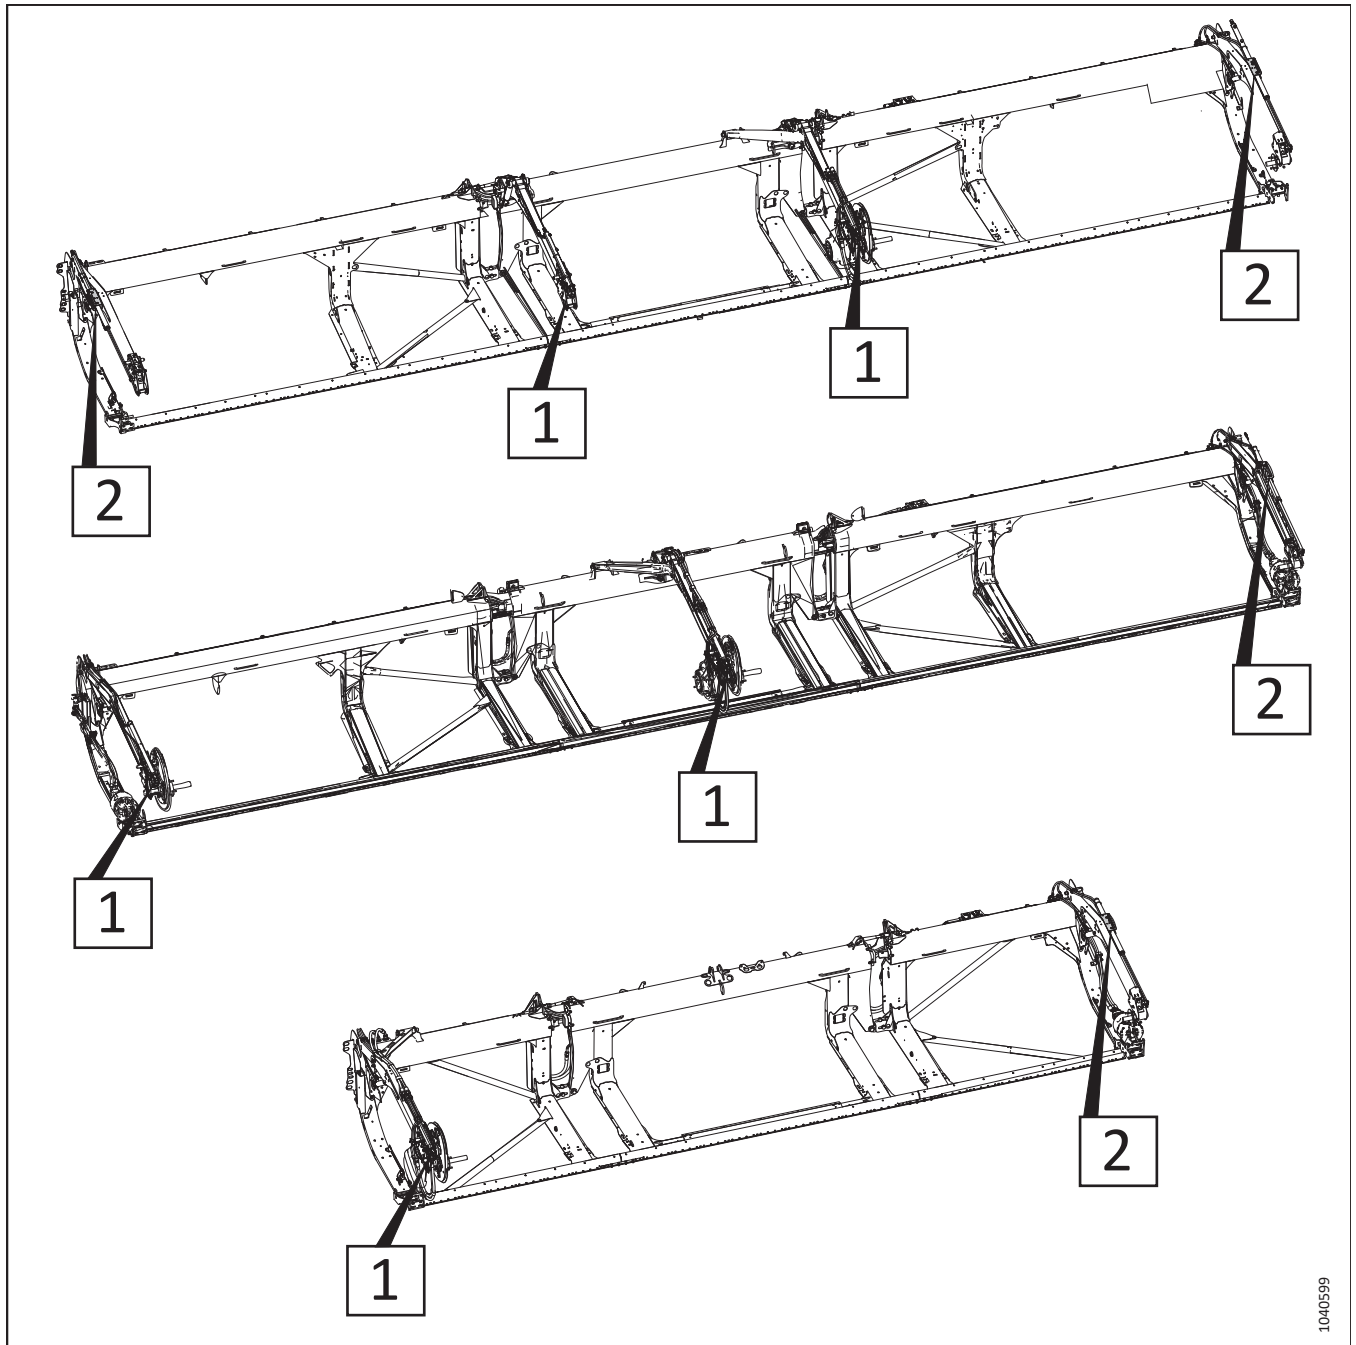

Figura 3.371: Cilindri longitudinali regolabili – Numeri di riferimento della procedura
6. Per determinare le procedure di regolazione dei cilindri longitudinali per il proprio tipo di testata, vedere la Figura 3.371, pagina 263. Il numero sulla figura si riferisce a una delle seguenti procedure: